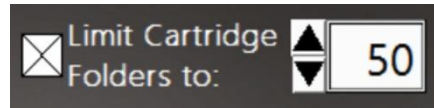

Figure 33 : commandes Limiter les dossiers de données des cartouches
**Remarque :** les fichiers de données brutes (.bin) représentent chacun environ 1,25 Go. Lorsque la case **Limit Cartridge Folders to** (Limiter les dossiers de données des cartouches à) est cochée (Figure 33), le logiciel ne conserve que les  $N$  dossiers les plus récents (où  $N$  est le nombre saisi dans le champ en regard de **Limit Cartridge Folders to** [Limiter les dossiers de données des cartouches à]). Tous les dossiers de données des cartouches plus anciens sont supprimés.